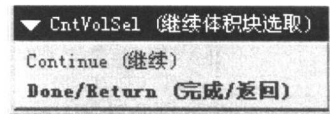

图 1.14 “继续体积块选取”菜单
(3) 在如图 1.14 所示的 ▾ CntVolSel (继续体积块选取) 菜单中选择 Done/Return (完成/返回) 命令。